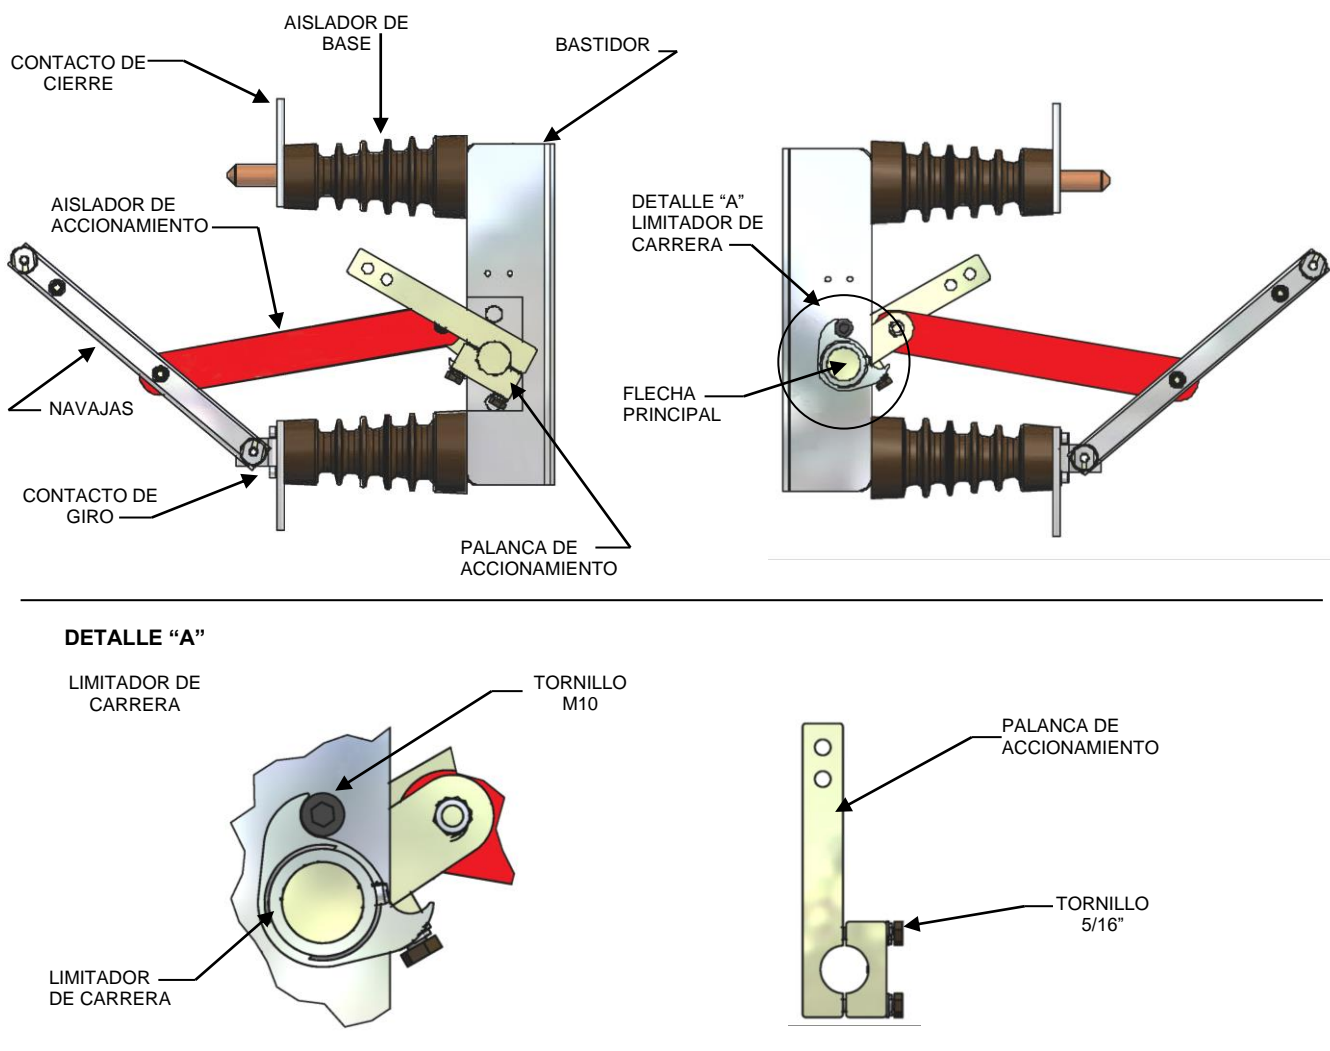

Figura 1
- 3.3. Al transportar las cuchillas seccionadoras de operación tripolar sin carga de un lugar a otro de forma manual, deberá sujetarse del bastidor (Figura 1).
- 4.2. Verifique que la cuchilla contenga todos los componentes (ver Figura 1).
- 4.4. En cada operación verifique que el limitador de carrera localizado en el extremo de la flecha (Detalle "A", Figura 1) llegue a sus posiciones finales tanto al abrir como al cerrar el equipo.